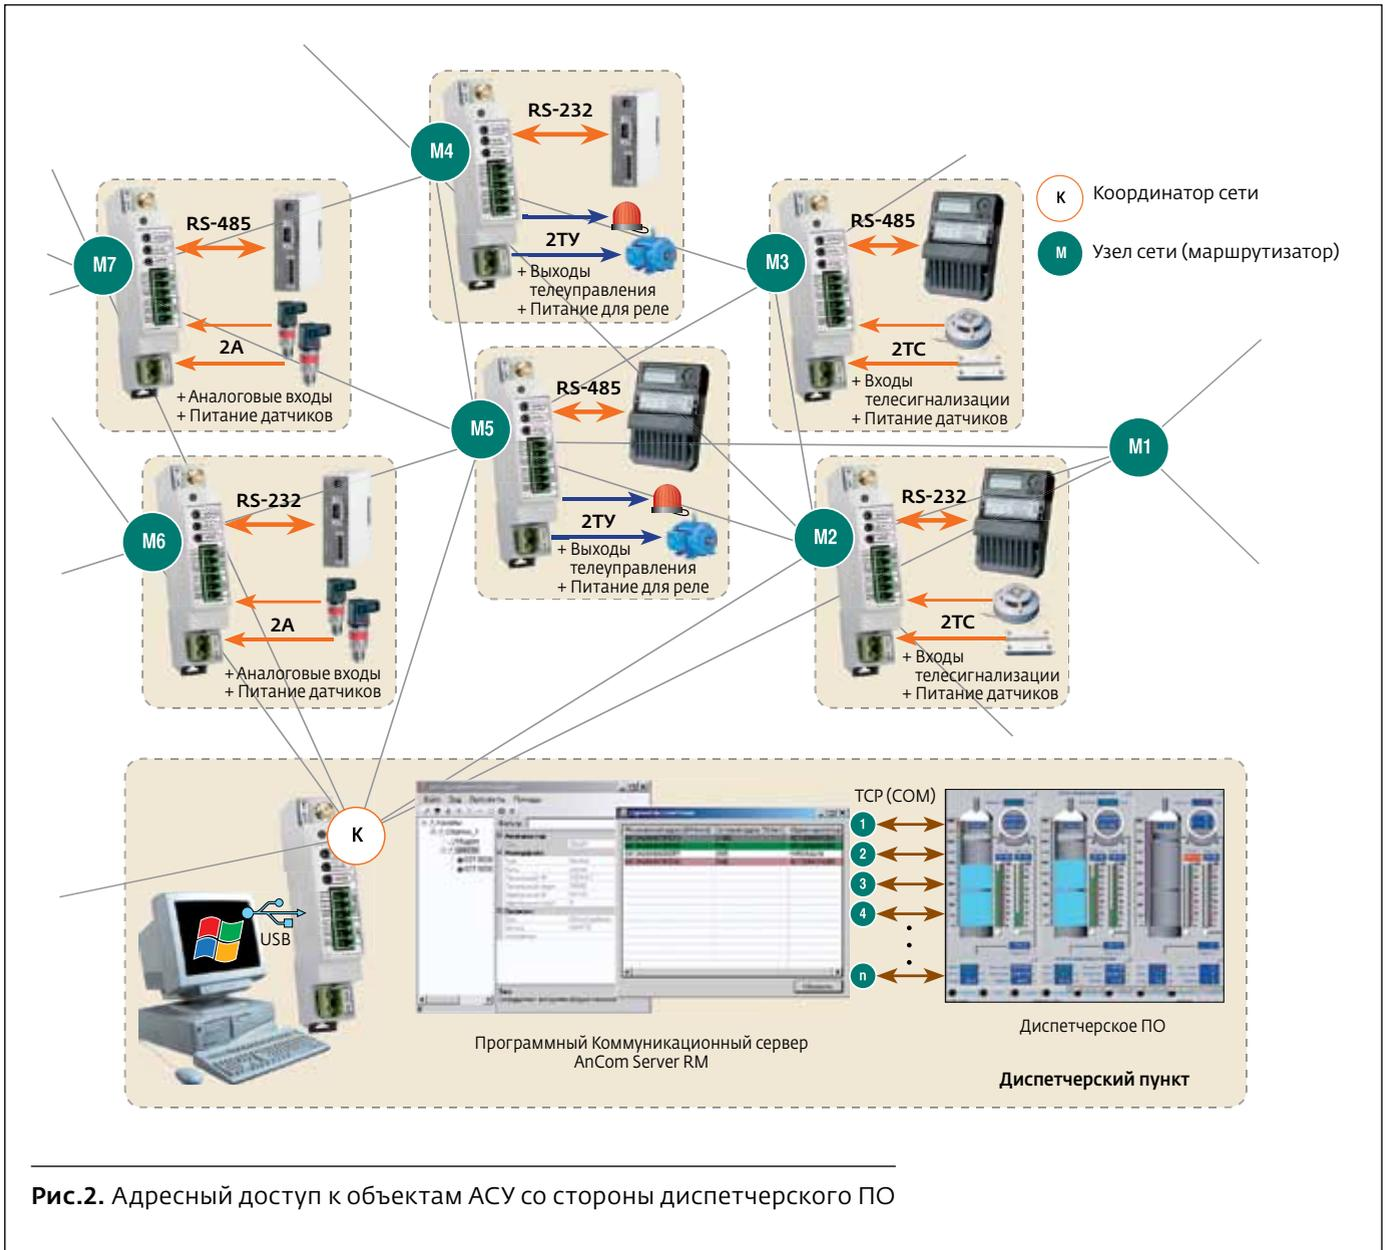

Рис.2. Адресный доступ к объектам АСУ со стороны диспетчерского ПО
- адресный доступ к объектам АСУ со стороны диспетчерского ПО (ОС Windows). В этом режиме модем-координатор и коммуникационное ПО AnCom Server RM предоставляют диспетчерскому ПО адресный доступ к каждому объекту АСУ по выделенным TCP- или COM-портам (рис.2). Среди особенностей ПО AnCom Server RM отметим автоматизацию процесса развертывания локальной беспроводной сети ZigBee, маршрутизацию потоков